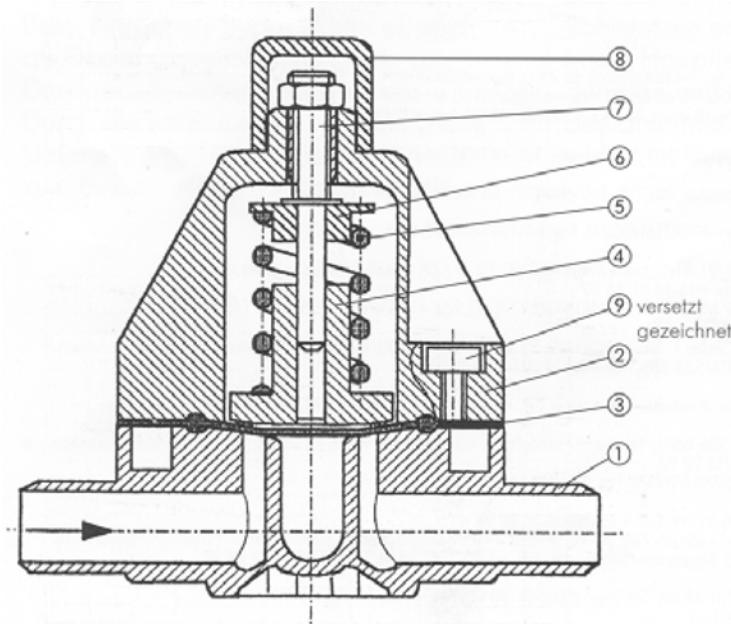

Abb. 1: Schnitt-/Positionszeichnung Überströmventil
Entsprechend der Übersichtsdarstellung in der Technischen Information: Zubehör zu GENODOS®-Pumpen (Bestell-Nr. 118 950 Abb. 1: Übersicht Zubehörteile) ist das vorgesehene Zubehör in der schematisch aufgezeigten Reihenfolge einzubauen (siehe auch Betriebsanleitung GENODOS®-Pumpe Bestell-Nr. 115 940).
- Kappe (siehe Abb. 1, Pos. 8) abdrehen, Kontermutter lösen.
- Arbeitsdruck erhöhen: Stellschraube (siehe Abb. 1, Pos. 7) im Uhrzeigersinn drehen.
- Arbeitsdruck verringern: Stellschraube (siehe Abb. 1, Pos. 7) gegen Uhrzeigersinn drehen.